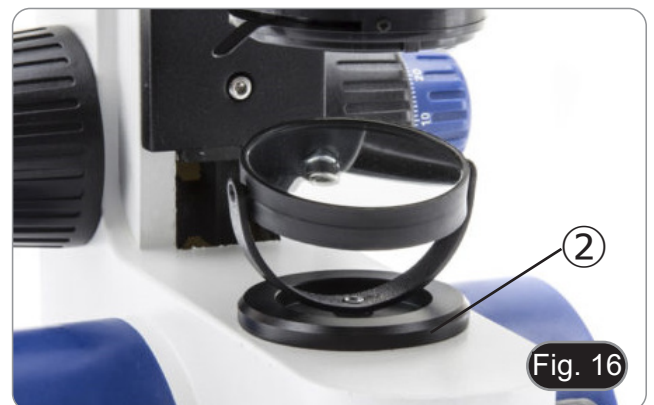

Fig. 14
2. Svitare la vite di blocco ② e alzare il tavolino fino a che l'obiettivo sia quasi a contatto con il vetrino. (Fig. 14)